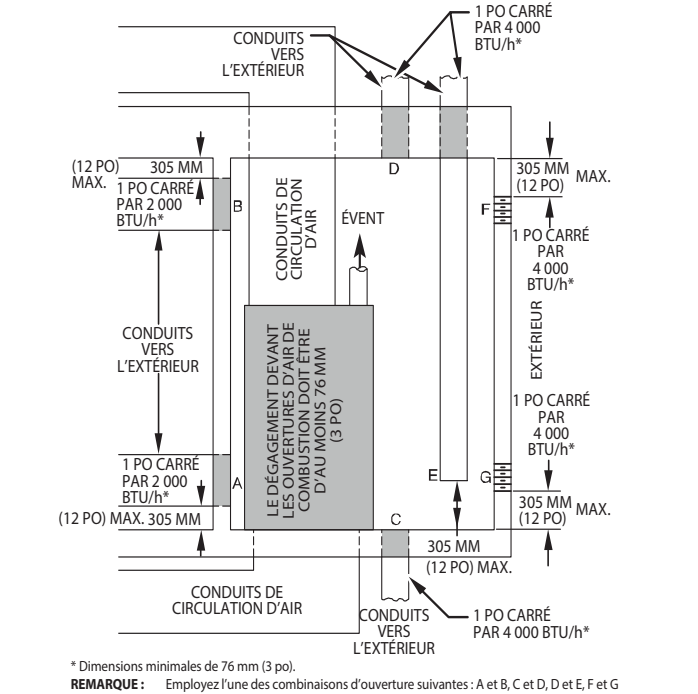

Figure 6 – Air de combustion, de ventilation et de dilution vers l'extérieur
2. La Figure 6 illustre comment installer DEUX OUVERTURES VERS L'EXTÉRIEUR, une ouverture d'entrée et une de sortie d'air de combustion et de ventilation, donnant sur l'extérieur.
- b. Respectez les dimensions des ouvertures et des conduits indiquées à la Figure 6 et au Tableau 4.
- c. DEUX CONDUITS HORIZONTAUX nécessitent 645 mm² (1 po²) d'espace libre par tranche de puissance d'entrée de 2 000 BTU/h (1 100 mm²/kW) pour tous les appareils à gaz situés dans l'espace considéré, conformément à la Figure 6 et au Tableau 4.
- d. DEUX OUVERTURES OU CONDUITS VERTICAUX nécessitent 645 mm² (1 po²) d'espace libre par tranche de puissance d'entrée de 4 000 BTU/h (550 mm²/kW) pour tous les appareils à gaz situés dans l'espace considéré, conformément à la Figure 6 et au Tableau 4.
- a. 645 mm² (1 po²) d'espace libre par tranche de puissance combinée de 3 000 BTU/h (734 mm²/kW) pour tous les appareils à gaz situés dans l'espace considéré, conformément à la Figure 6 et au Tableau 4.